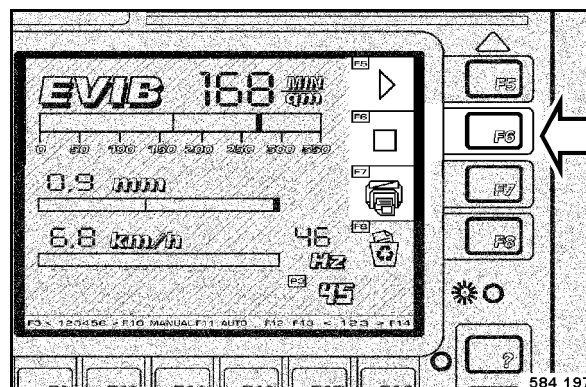

fig. 99
- Effectuer les passes de compactage en marches avant et arrière jusqu'à ce que, après la pression sur la touche F6 "Stop", la zone de contrôle verte, à gauche de côté de F5 (fig. 99), s'éteigne et que la zone de contrôle rouge F6, située en-dessous, s'allume.